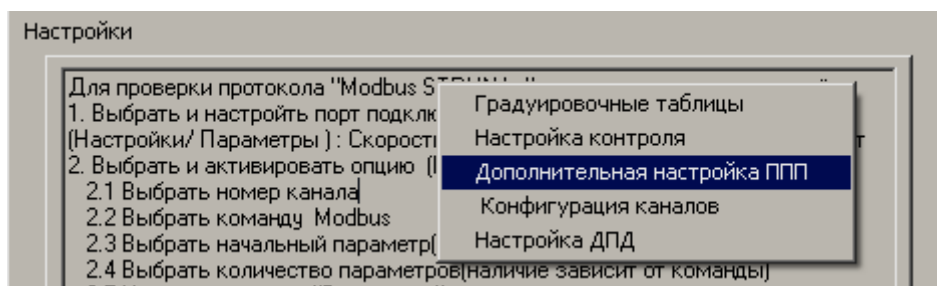

Рисунок 6.1
6.2 На начальной форме помощью ПКн активировать всплывающее меню (рисунок 6.1) и выбрать опцию «Дополнительная настройка ППП». С помощью ЛКн активировать выбранную опцию.